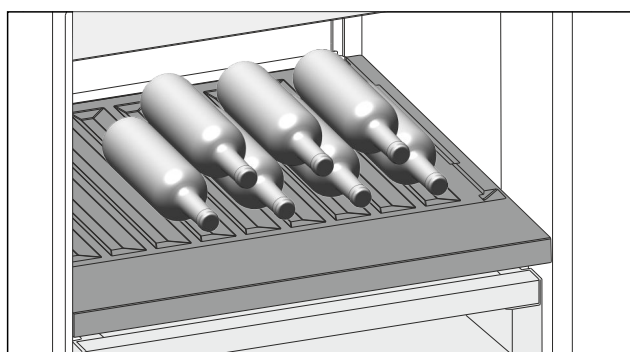

Fig. 162 Immagine a titolo di esempio
- ▶ Inserire le bottiglie con il fondo rivolto verso la parte posteriore. (vedere Fig. 162)